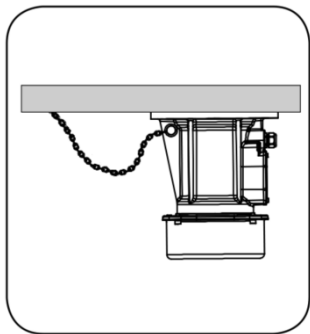

图 2 电机防跌装置
7、MVE 侧板电机在筋上有防跌落安装孔。当用户将振动电机安装离地面高于 0.2m 时，建议如图 2 用链钩拴紧，以防振动电机螺栓松动时下跌，造成损坏及安全事故发生。